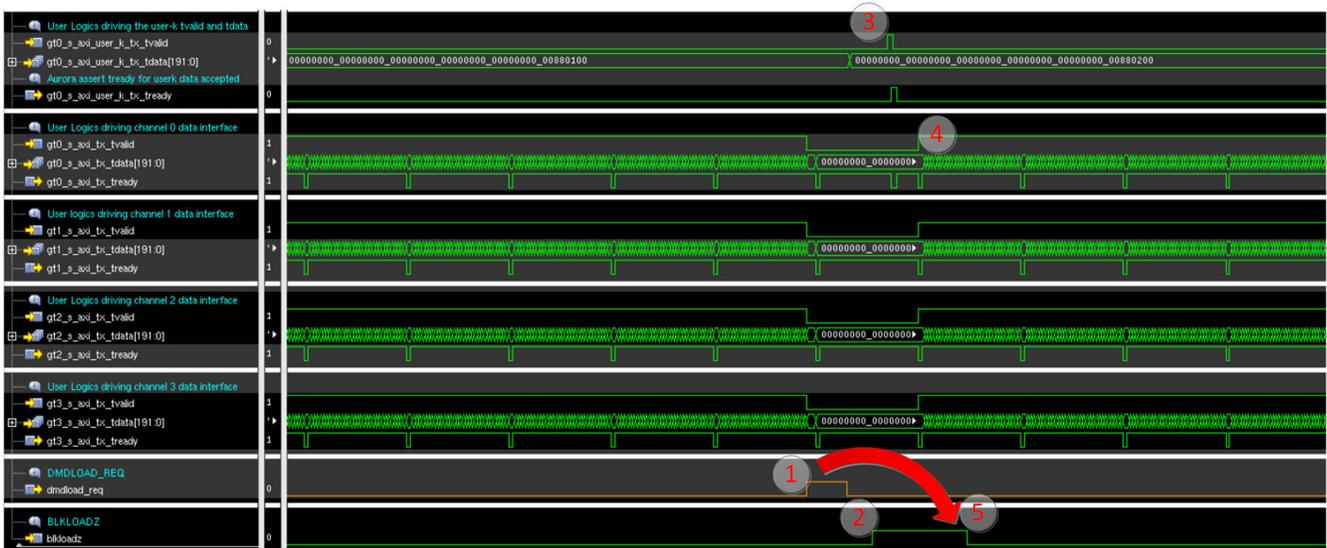

图 4-19. 块 DMDLOAD\_REQ 置为有效结束之后的新块控制字波形
- 请参阅图 4-19，了解在 Apps 用户逻辑完成当前块的传输后的情况。用户可以发现 DLPC964 仍在将上一个块加载到 DMD 中（例如，BLKLOADZ 为低电平）。在 BLKLOADZ 为低电平时，Apps FPGA 仍可以将 DMDLOAD\_REQ 置为有效，因为 DLPC964 可以检测并存储该 DMDLOAD\_REQ 请求。在完成当前 DMD 块的 Aurora 数据传输并将 DMDLOAD\_REQ 信号置为有效后，Apps FPGA 必须等待 DLPC964 将 BLKLOADZ 置为无效（例如，BLKLOADZ 从低电平转换为高电平），然后再启动下一个块的传输。BLKLOADZ 置为无效意味着 DLPC964 已完成了前一个块的 DMD 数据加载操作，并且释放了数据缓冲器以便从 Aurora 接口接受新的数据块。